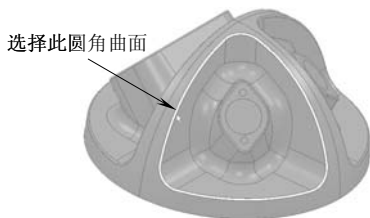

图 10-36 选择曲面
3) 创建二次粗加工的边界：边界用来约束二次粗加工的 X 方向和 Y 方向的加工范围。在 PowerMILL 绘图区中选择图 10-36 所示一张倒圆角曲面。